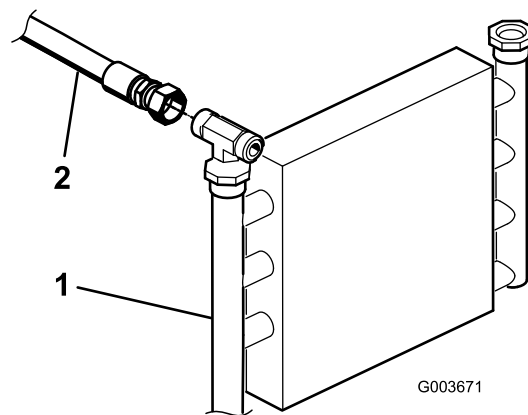
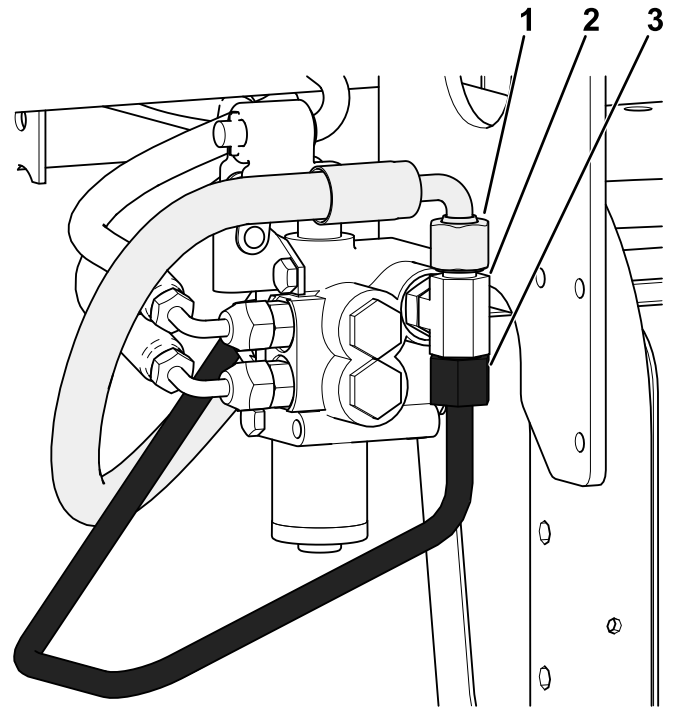

図 4
図6
1. オイルクーラから既存の昇降バルブに入っている油圧チューブを探し出す 図 4。
3. オイルクーラと昇降バルブから油圧チューブを外して取り除く 図 4 と 図 6。
- C. 図6のように、T字フィッティング340-94から油圧ホース144-1367を外す。